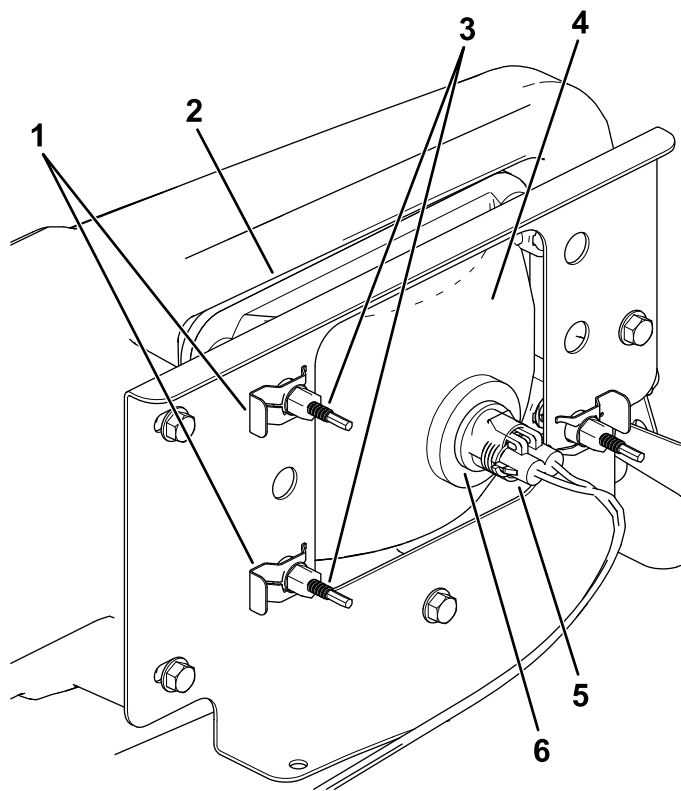

Figura 41
3. Desconecte el conector eléctrico del arnés de cables del conector del conjunto de la lámpara (Figura 41).
- Retire los conectores rápidos que sujetan el faro al soporte del faro (Figura 41).
- Retire el faro desplazándolo hacia adelante y pasándolo por el hueco del parachoques delantero (Figura 41).
- Introduzca el faro nuevo a través del hueco del parachoques (Figura 41).
- Conecte el conector eléctrico del arnés de cables al conector del conjunto de la lámpara (Figura 41).
- En la parte trasera del faro, gire los tornillos de ajuste (Figura 41) para pivotar el conjunto y ajustar de la posición del haz de luz.